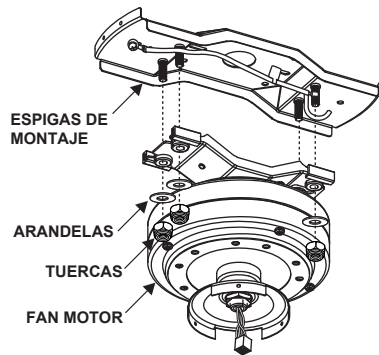

Fig. 9
Paso 1. Coloque el ventilador en su posición sobre las cuatro espigas de montaje y asegúrelo con las tuercas y arandelas que vienen con el ventilador. (Fig. 9)
Paso 2. Retire dos de los cuatro tornillos del soporte de montaje y afloje los otros dos. (No los quite). (Fig. 9)